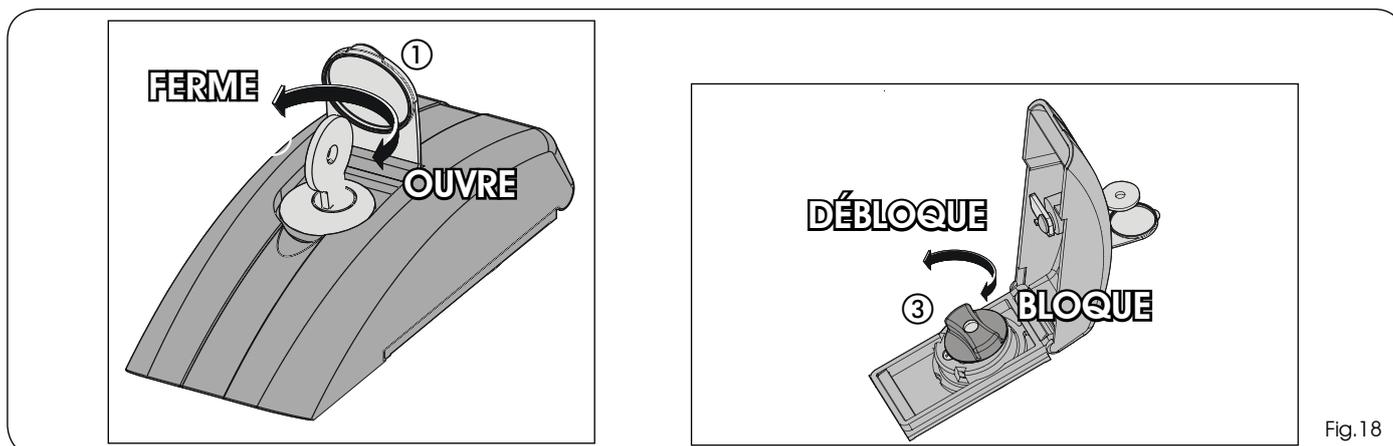

Fig.18
1) Lever le bouchon de protection (Fig. 18, réf. ①) et insérer la clé ad hoc fournie dans la serrure (Fig. 18, réf. ②).
**3) Tourner la poignée de déverrouillage (Fig. 18, réf. ③), dans le sens anti-horaire, jusqu'en butée.**